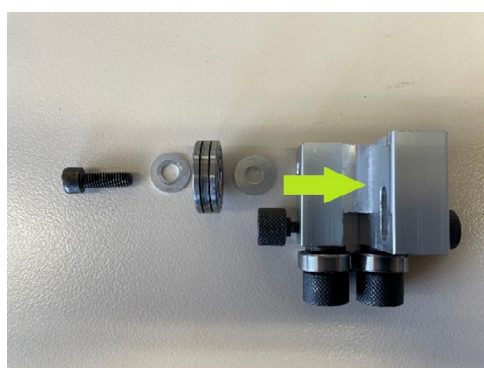

Figure 11
- Monter le roulement supérieur en plaçant deux rondelles M6 x 18 x 0.8 mm livrées dans la pochette en papier du kit **de chaque côté du roulement**. (Fig 11)